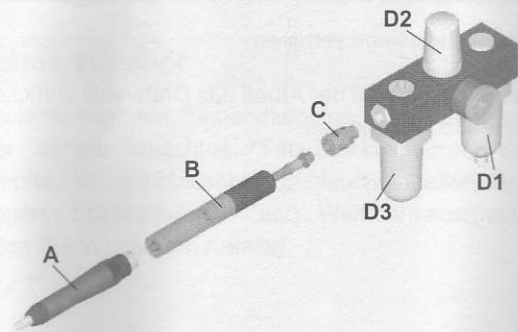

Abb. 2: Anschluss
- Den Schleifer (A) in Verbindung mit Schlaucheinheit (B) und Einhandkupplung (C) an die Wartungseinheit (D1 - D3) anschließen (siehe Abb. 2).